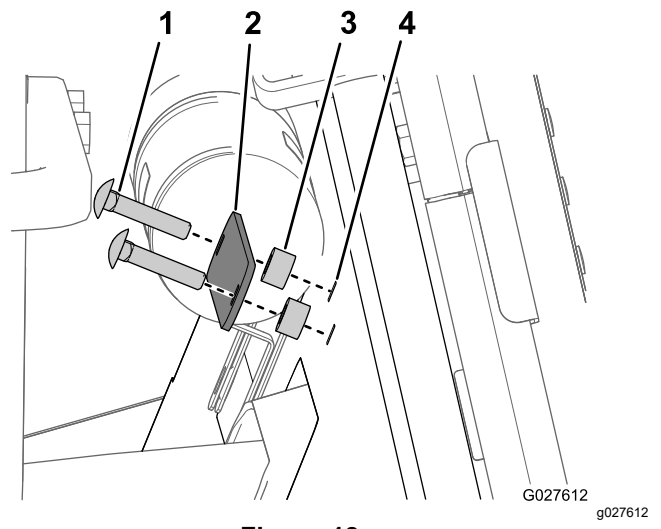

Figura 18
5. Monte os 2 parafusos de carroçaria (1/4 x 1-1/4 pol.), correia e 2 espaçadores (1/4 pol.) nos furos que fez no painel interior de espuma (Figura 18).